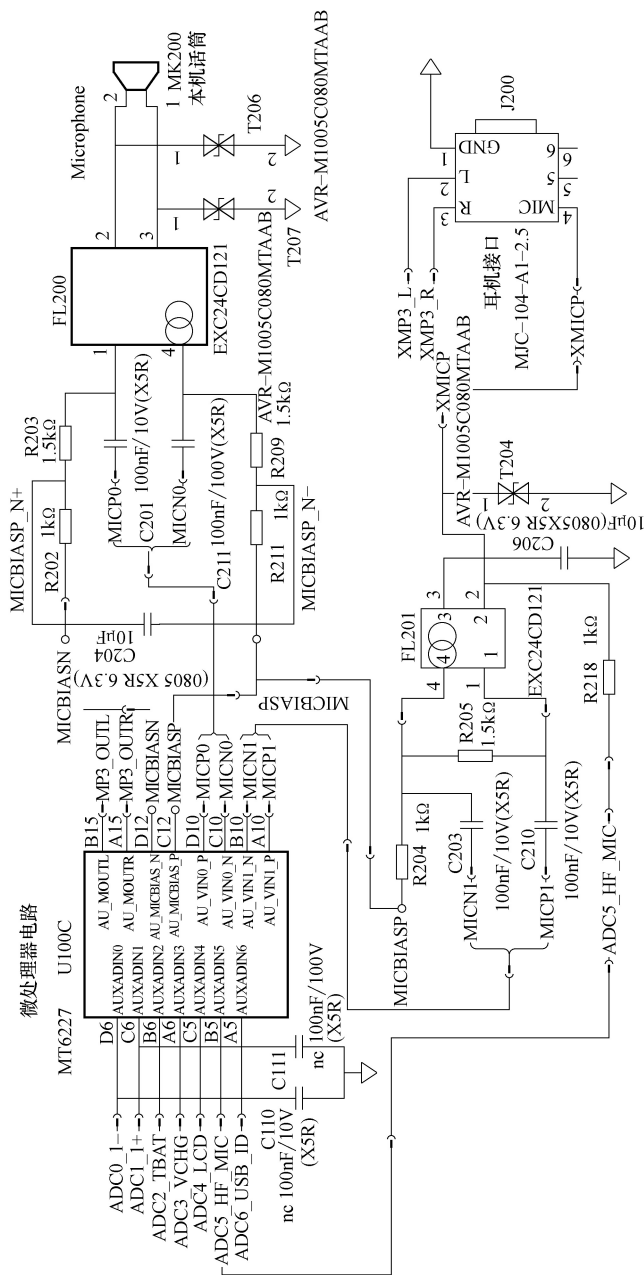

图 4-33 手机送话器电路结构原理图
如图 4-33 所示, 为手机送话器电路结构原理图。
1) 英文符号的含义。下面, 我们对图 4-33 中重要的英文符号的含义作一简要的了解。
2) 电路中的元器件。下面, 我们对图 4-33 中关键的元器件作一简要的了解。
3) 手机送话器电路的工作原理。图 4-33 中，我们可以看到，该电路包括两个部分：本机送话器电路部分和耳机送话器电路部分。下面我们来具体了解这两部分的工作原理。
① 本机送话器电路原理。手机开机后，CPU 就会输出送话器供电电压（2V）经偏置电阻 R202、R200 到送话器，随时等待接听或者拨打电话。接听电话时，声音信号通过送话器 MK200 将声音信号转变为电信号，送到耦合器 FL200 的 2、3 脚输入，从 1、4 脚输出，通过 C201、C211 耦合到 CPU 的 D10、C10 脚，在内部进行一系列的音频处理。
② 耳机送话器电路原理。手机开机后，CPU 送出一个耳机送话器供电 ADC5_HF_MIC（2V）经偏置电阻 R218 到耳机接口的 4 脚。当我们插上耳机接听电话时，该电压就为耳机送话器供电，送话器得到供电就可以将说话声音转变成电信号，又从 4 脚输出，因此 4 脚既是送话器的供电端，也是送话器信号的输出端。